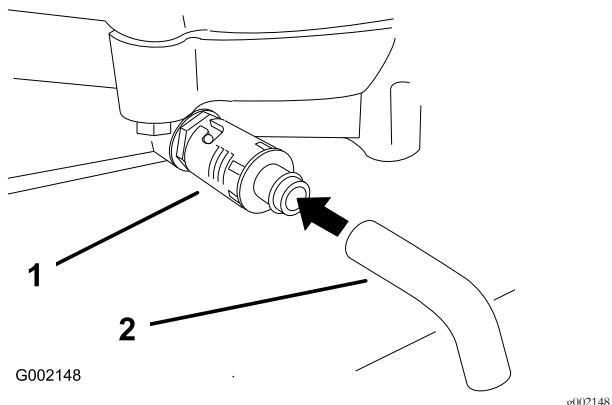

Рисунок 24
4. Поместите поддон под сливное отверстие. Поверните маслосливной клапан, чтобы дать маслу стечь (Рисунок 24).